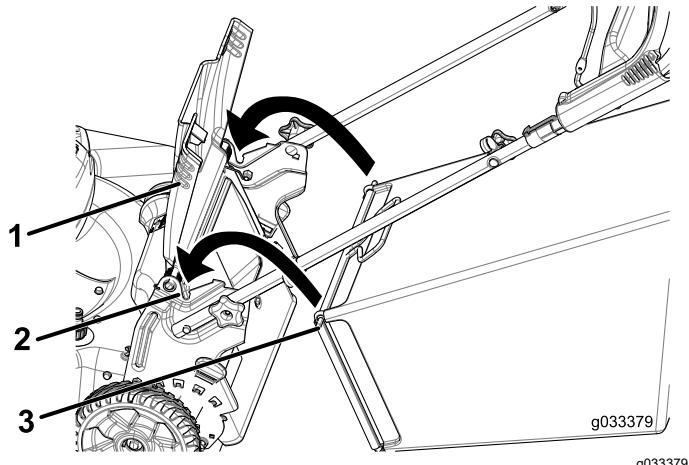

図 17
- 後部デフレクタを開いてその位置に保持する 図 17。
- ノッチ (2)
- 集草バッグを取り付ける。バッグについているピンがハンドルのノッチに掛かったことを確認する 図 17。